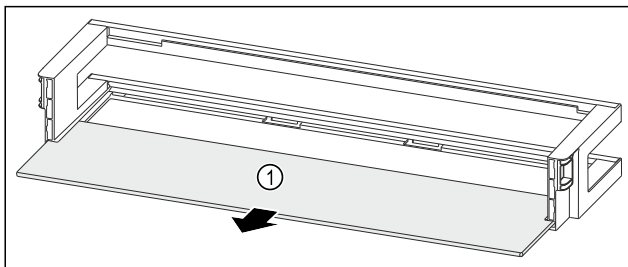

Fig. 259 Ajtópolc tárolólappal
- ▶ Vegye ki a tárolólapot Fig. 259 (1).